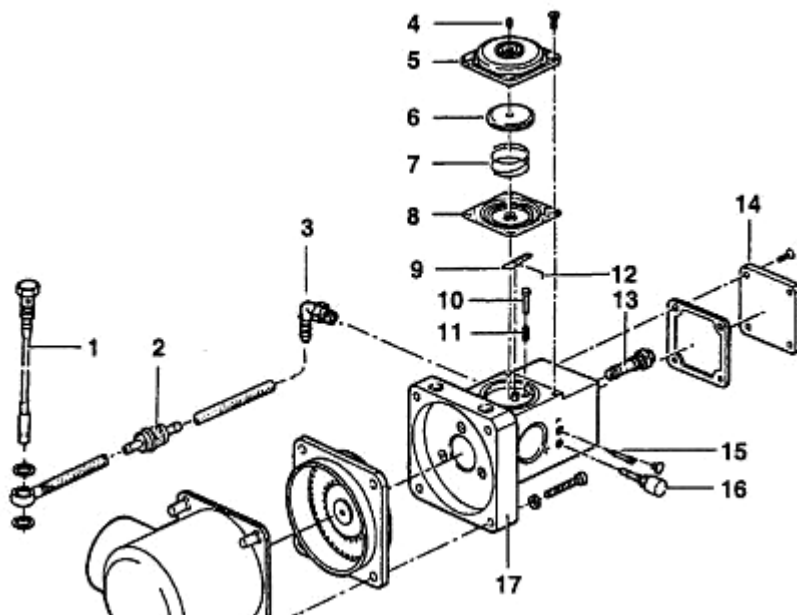

Рис. 17
- прокачайте насос несколько раз. Выкрутите винт холостого хода (рис. 17 -15) и при прокачивании насосом из отверстия должен поступать бензин.